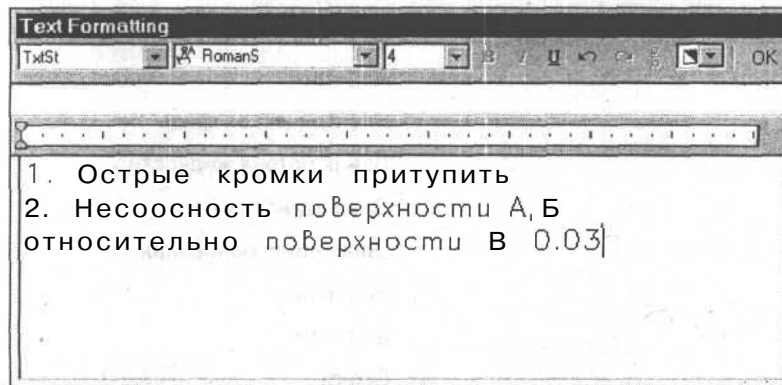

Рис. 9.5. Окно встроенного редактора многострочного текста
2. На чертеже Vtulka.dwg укажите курсором в области между изображением втулки и штампом точку, определяющую левую, а затем по запросу команды — правую границу вводимого текста. Появится встроенный текстовый редактор (рис. 9.5), который состоит из панели форматирования текста **Text Formatting** (Форматирование текста) и окна ввода текста с линейкой в его верхней части. Два движка, расположенные на линейке, позволяют задавать отступы абзацев и текста от границы ввода текста. На линейке нанесены символы табуляции, по которым можно перемещаться при помощи клавиши <Tab>. После задания первой границы ввода текста, но до задания второй, можно ввести в командной строке опцию **Line Spacing** (Межстрочный интервал) и задать расстояние по вертикали между базовыми линиями соседних строк текста.